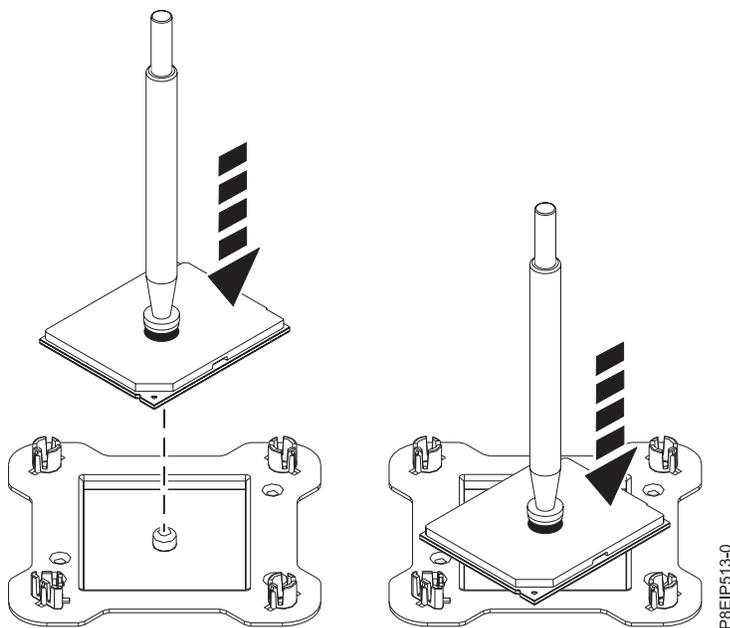

Abbildung 80. Prozessor um 45 Grad gedreht auf der oberen Abdeckung der Verpackung platzieren
9. Halten Sie den Vakuumstift und heben Sie den Stift und das Systemprozessormodul vom Socket. Platzieren Sie sie um 45 Grad gedreht auf der oberen Abdeckung der Verpackung des Systemprozessormoduls (siehe Abb. 80). Wenn Sie das Systemprozessormodul um 45 Grad gedreht auf der oberen Abdeckung der Verpackung des Systemprozessormoduls platzieren, ist es nach Austausch des Systemprozessormoduls einfacher, den Stift und das Modul wieder aufzunehmen und in der Verpackung zu platzieren.